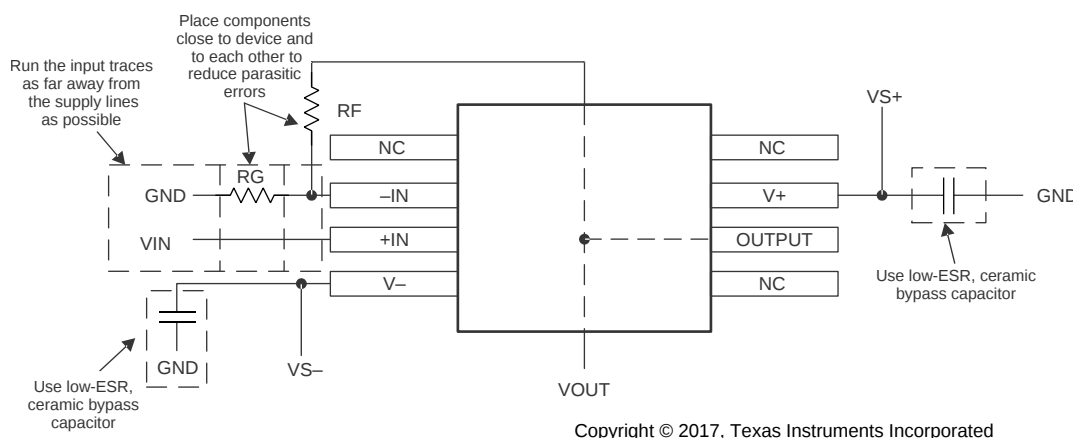

图 33. 布局建议
- 外部元件尽可能靠近器件放置。如图 33 所示, 使 RF 和 RG 靠近反相输入可最大限度减小寄生电容。